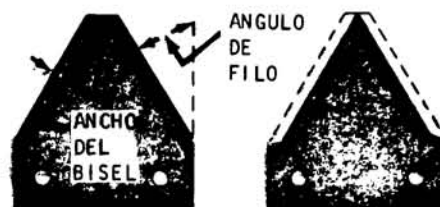

Fig. 2
c Afile hasta obtener el ángulo de corte y el bisel iguales a la cuchilla original. Cuando el ápice superior se hace igual a un punto debe sustituirse la cuchilla (fig. 2).
- b Afíle las cuchillas conservando el ángulo de corte y el bisel (fig. 2).